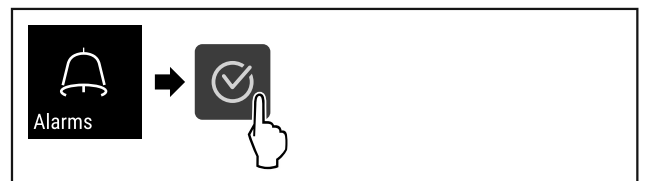

Fig. 130
- ▶ Провести етапи операцій (див. Fig. 130) .